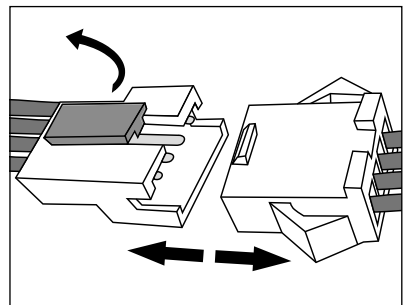

Afb. 16
- 1) Draai de beide schroeven van de klep van het accuvak 29 (zie afb. 16) aan de onderkant van het apparaat los met een kruiskopschroevendraaier en haal ze uit het apparaat. Haal de klep van het accuvak 29 van het apparaat af.